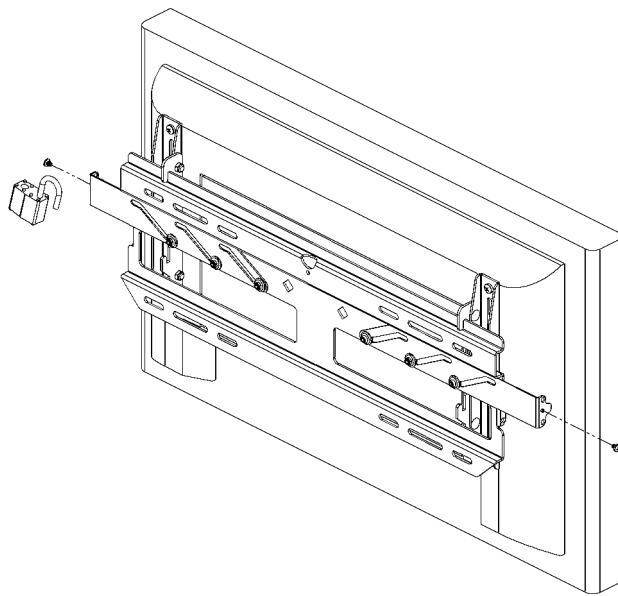

Abbildung 10. Sicherungs-Befestigungsteile entfernen
1. Auf Wunsch die selbstschneidenden Schrauben (70) und/oder Vorhängeschlösser von beiden Seiten der Wandplatte entfernen. Diese Befestigungsteile sind zur Sicherheit vorgesehen (siehe Abbildung 10).